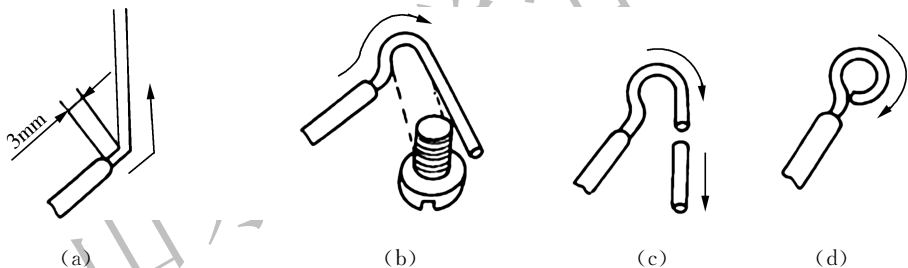

图 2-31 单股导线线头与平压式接线桩连接
(2) 线头与螺钉平压式接线桩头的连接
① 单股导线线头与平压式接线桩连接。
- a. 剥去线头绝缘层, 在离导线绝缘层根部约 3cm 处向外侧折角, 如图 2-31(a) 所示。
- b. 按略大于螺钉直径弯曲圆弧, 再剪去芯线余端并修正圆圈, 如图 2-31(b)(c) 所示。
- c. 把芯线弯成的圆圈套在螺钉上, 圆圈弯曲的方向应跟螺钉旋转方向一致, 拧紧螺钉, 并通过垫圈紧压导线, 如图 2-31(d) 所示。